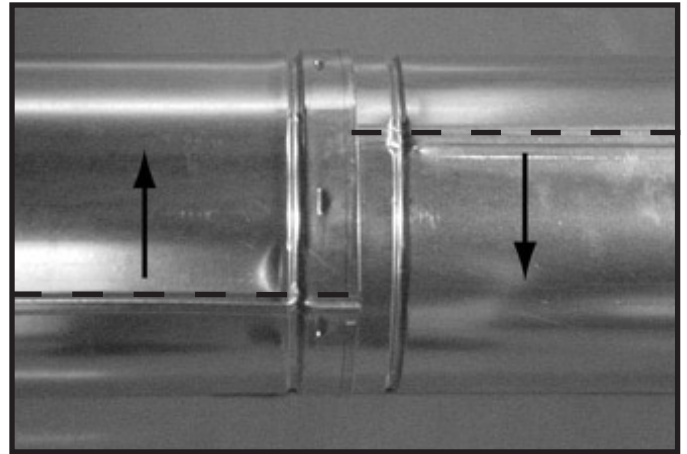

Figure 7.10 Faire pivoter les joints soudés pour démonter
- Faites pivoter l'une des sections (figure 7.10), de façon à ce que les joints soudés des deux sections de conduit soient alignés, comme il est indiqué à la figure 7.11.